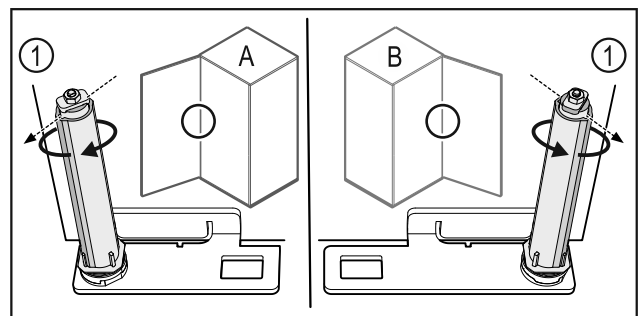

Fig. 61 Atidarymas į kairę (A) / atidarymas į dešinę (B)
- Sukite uždarymo sistemą, įveikdami pasipriešinimą, kol uždarymo sistemos pertvara Fig. 61 (1) bus nukreipta į išorę.